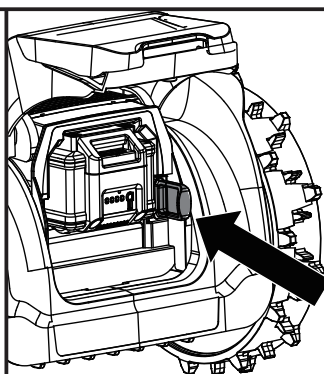

Fig. 2
4. Insérez la clé de sécurité dans les trous de serrure situés près du compartiment des piles (Fig. 2).